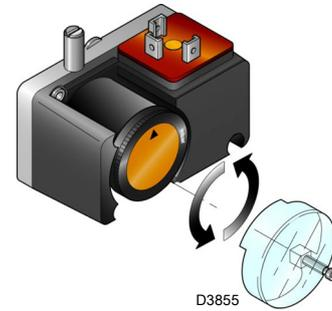

图 32
- ▶ 设定最小燃气压力开关（图 32 页 28）至量程的起始位置。
燃烧器各部分调节时，最小燃气压力开关置于量程起始位置，上述所有调整结束后，再设定最小燃气压力开关（图 32）。